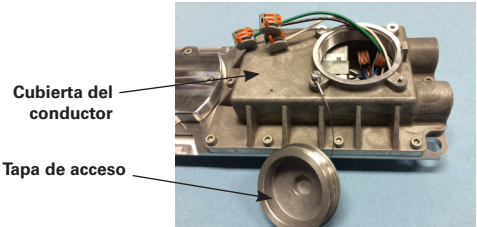

Figura 8
1. Abrir la tapa roscada que da acceso al cableado (ver la Figura 8) y dejar que la tapa cuelgue del cordón. Todos los componentes en el dispositivo están conectados de manera que solo la corriente de entrada debe ser conectada en el dispositivo a los cables conductores (o terminales) según los diagramas de cableado (ver Figuras 10 y 11) y utilizar los métodos que cumplan con todos los códigos aplicables. Primero, suspender el conductor de descarga a tierra para el equipo (verde) luego, el común (blanco) y por último, el último voltaje de línea (negro). Para aplicaciones de voltaje CC, conecte el cable positivo (+) al cable blanco y el cable negativo (-) al cable negro. Ajuste todas las conexiones eléctricas.
4. Abrir la tapa rosca que da acceso al cableado (ver la Figura 8) y dejar que la tapa cuelgue del cordón.
7. Retire los diez (10) tornillos de cabeza hueca de acero inoxidable y las arandelas de la seguridad de la cubierta del accionador con una llave hexagonal de 5 mm o menos.
4. Abrir la tapa roscada que da acceso al cableado (ver la Figura 8) y dejar que la tapa cuelgue del cordón.